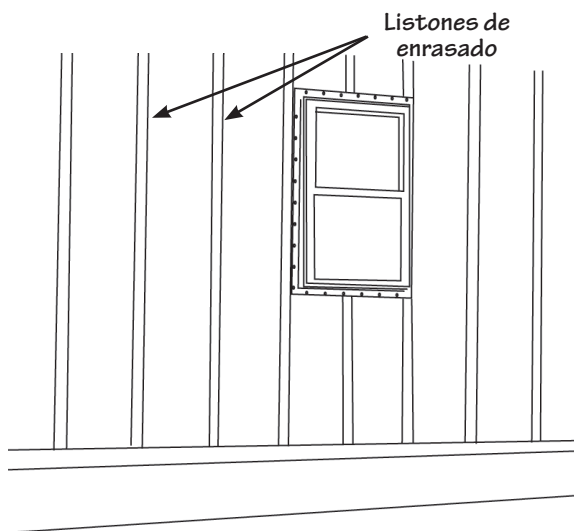

Figura 25.
- Revise que todas las paredes estén uniformes y que estén instalados listones de los tapajuntas en donde sea necesario. Cuando instale las tiras de tapajuntas, tome las medidas adecuadas para asegurarse que la superficie quede uniforme y continua (Figura 25).